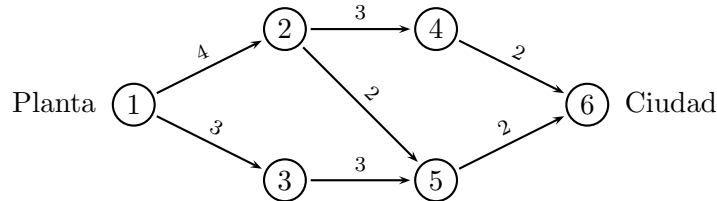

Figura 2.1: Grafo del Ejemplo 1
**Ejemplo 1** *Supongamos que se envía energía eléctrica desde una planta (nodo 1) a una cierta ciudad (nodo 6) a través de una serie de subestaciones (nodos 2 al 5). Las distancias entre las combinaciones factibles se entregan en la Figura 2.1. Determine la forma de enviar la energía de modo de minimizar la distancia a recorrer.*